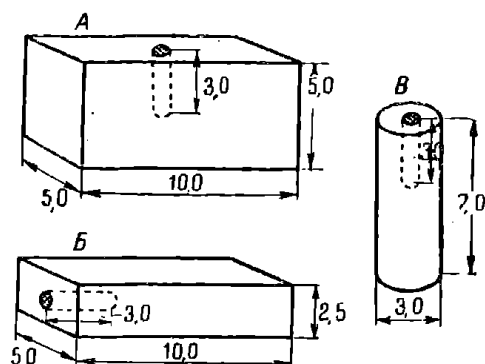

Рис. 1. Толовые шашки (размеры в см):
4. Тол прессованный и плавленный (рис. 1) применяется в шашках размерами: